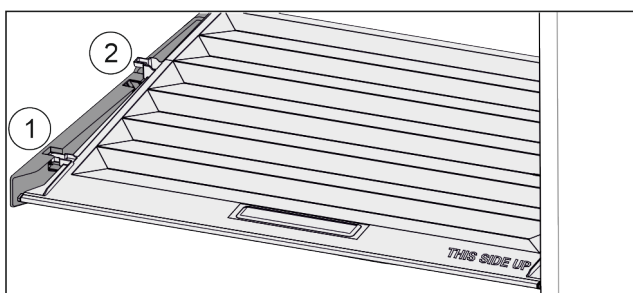

Fig. 137
- ▶ Trekk dekkelet til åpningen i holdedelene fremover Fig. 137 (1).
- ▶ Løft ut nede bak og ta opp og ut Fig. 137 (2).